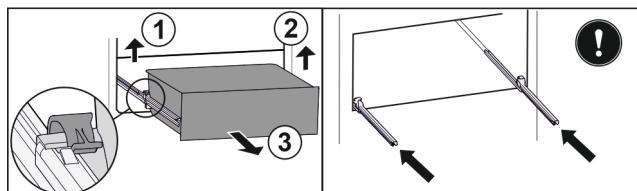

Fig. 84
- Ridicați clema din stânga și trageți concomitent sertarul din stânga spre înainte. Fig. 84 (1)
- Ridicați clema din dreapta și trageți concomitent sertarul din dreapta spre înainte. Fig. 84 (2)
- Extrageți sertarul spre înainte. Fig. 84 (3)